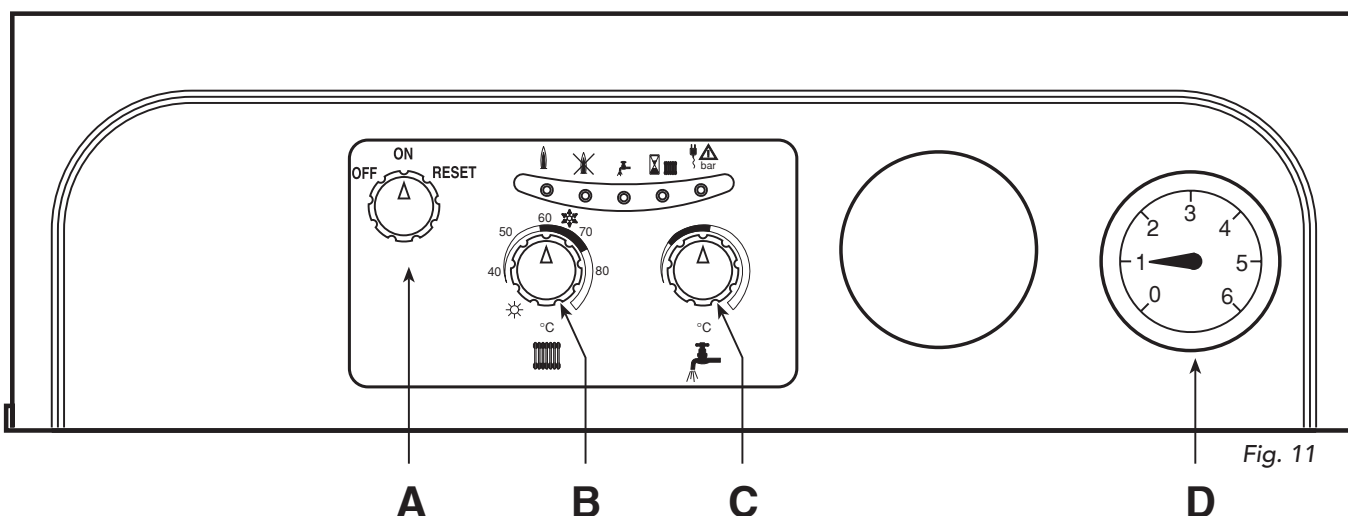

Fig. 11
## "HIVER" (❄️) (fig. 11)
## "ETE" (☀️) (fig. 11)
- Mettre le commutateur A (fig. 11) sur la position ON.
Si l'on choisit la deuxième solution: eau chaude sanitaire uniquement, il faut mettre le commutateur B (fig. 11) en position Eté. A ce moment-là, la chaudière est prête à fonctionner en eau chaude sanitaire.
Le réglage de la température de l'eau de chauffage s'effectue en faisant tourner le bouton prévu à cet effet (Fig. 11 - détail . 2). La température peut varier d'un minimum de  $30^\circ$  à un maximum de  $85^\circ$ . La température chauffage préconisée est de  $50^\circ\text{C}$  minimum.